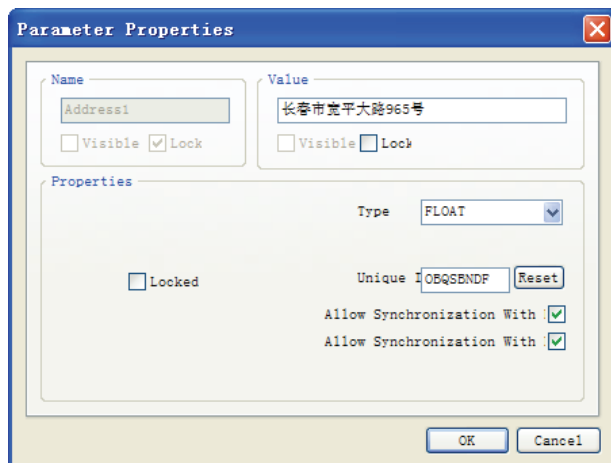

图 2-18 参数编辑对话框
(1) 单击要填写参数名称的 Value 文本框，该文本框中的“*”号变为高亮选中状态，两边对应的 Name 和 STRING 也变为高亮选中状态，此时可直接在文本框中输入参数。
(2) 单击要填写参数名称所在行的任意位置，使该行变为高亮选中状态，然后单击对话框下方的编辑按钮 ，进入参数编辑对话框 (Parameter Properties)，如图 2-18 所示，双击要填写参数名称所在行的任意位置也可以直接进入参数编辑对话框。